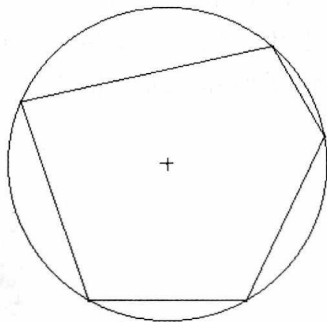

图 1-4 绘制五边形
(2) 在圆内部绘制该圆的一个内接五边形, 如图 1-4 所示。